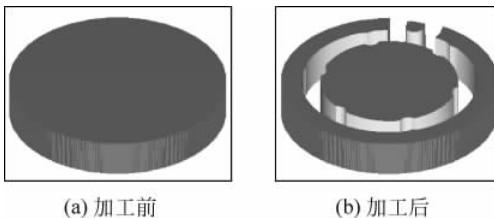

图 5-104 加工前后效果
(10) 单击加工操作管理器中的“实体加工模拟”按钮，系统弹出“实体切削验证”对话框，单击“模拟执行”按钮 ▶，加工前和加工后的效果如图 5-104 所示。